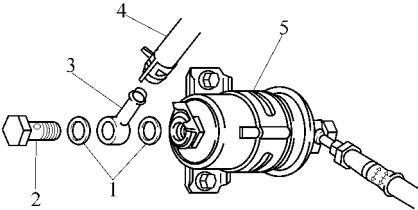

图 2-103 将特种接头连接到燃油滤清器的出口
1) 从燃油滤清器的出口管脱开燃油软管，将特种接头（喷射测量工具套件）连接到燃油滤清器的出口，如图 2-103 所示。